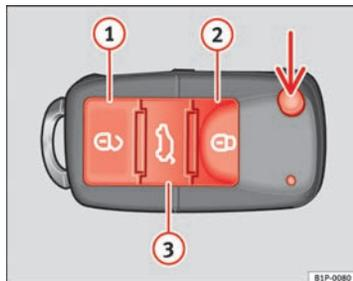

Fig. 64 Teclas de la llave con mando a distancia
Con la tecla ⇒ fig. 64 (flecha) del mando, se desbloquea el paletón de la llave.
Desbloqueo del vehículo ⇒ fig. 64 ①.
Bloqueo del vehículo ⇒ fig. 64 ②.
Desbloqueo del portón trasero. Pulse la tecla ⇒ fig. 64 ③ hasta que todos los intermitentes del vehículo parpadeen brevemente. Al pulsar la tecla de desbloqueo ③, dispone de 2 minutos para abrir el portón. Una vez transcurrido este tiempo se bloqueará de nuevo.
Además, el testigo de la pila de la llave ⇒ fig. 64, parpadea.
Pulsando una vez la tecla ⇒ fig. 64 ①, se abrirá sólo la puerta del conductor, permaneciendo el resto cerradas. ▶
Pulsando dos veces la tecla  => fig. 64 , se desbloquearán todas las puertas.
- Pulse la tecla  ⇒ fig. 64 del mando a distancia.